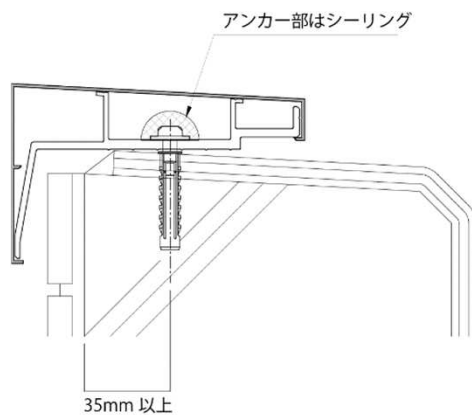

図1-1
- ・アンカーの縁あきはAP-120(S)は35mm以上、AP-150は33mm以上を確保して下さい。(図1-1参照)